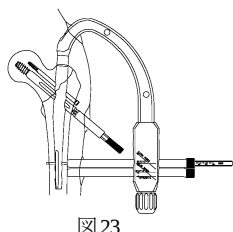

図23
- 21) ドリルスリーブを抜き、スクリュースリーブ先端を骨面に押しあて、ディスタルススクリュー用デプスゲージを挿入し先端フックを内側皮質に引っ掛け、スクリュー長を計測します。(図23)